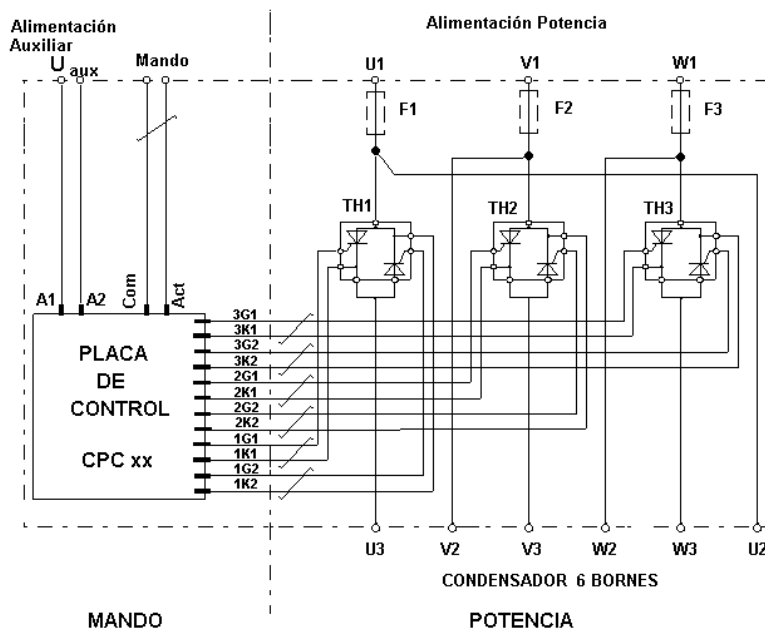

Fig. 4-3 .- Esquema básico de conexión de la **CPCxx** al bloque de potencia
En la Fig. 4-3 pueden verse los distintos modelos de baterías estáticas EMK y los componentes esenciales de las mismas. Nótese que algunos elementos de protección son opcionales y otros pueden ser substituidos por modelos equivalentes o adaptados a la aplicación específica.
La función de las placas **CPC** es controlar la conexión al paso por cero de los tiristores, evitando transitorios de corriente de conexión. El esquema tipo de conexión de un paso puede verse en la Fig. 4-3 y con más detalle en el esquema del apartado 10.
- Asegúrese de que el magnetotérmico interior que arranca el regulador (indicado como protección de maniobra en la fig. 4.3) está conectado